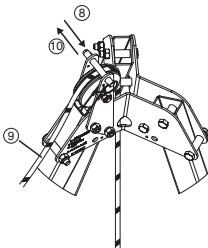

Fig. 10
8. Fjern kuglebollen, der sidder over vendeskiven øverst på trapode trefoden (Fig.10, 8).
9. Før Derope™ apparatets fald omkring vendeskiven (Fig.10, 9).
10. Sæt kuglebollen i igen for at forhindre faldet i at springe af vendeskiven (Fig. 10, 10).